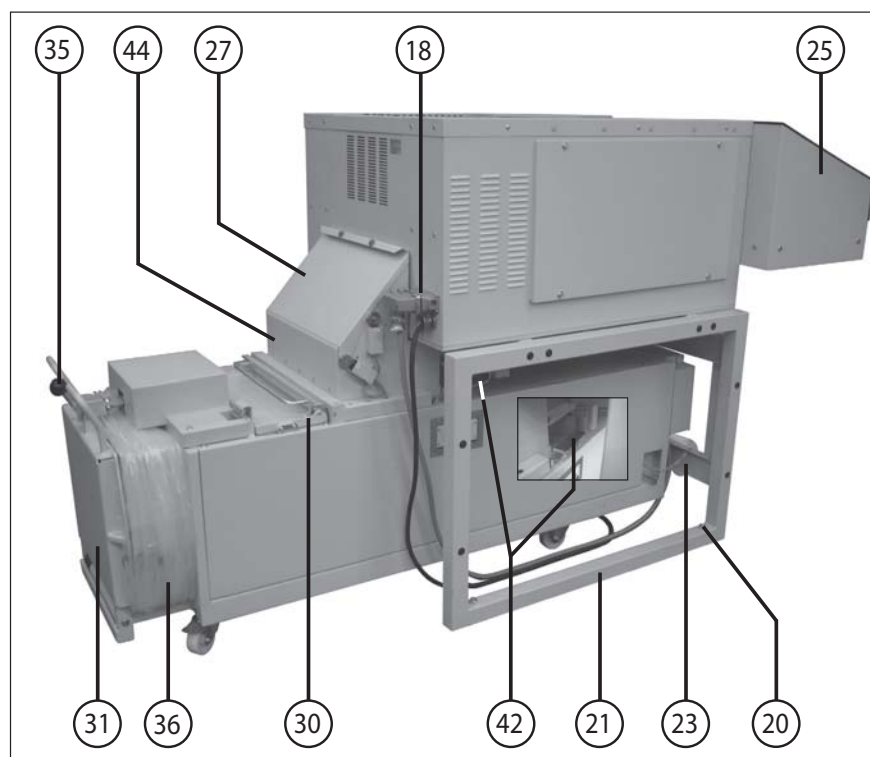

Fig. 2
- 18 = Tomada de corrente (fig. 2)
20 = Parafuso de compensação (fig. 2)
27 = Tapa (fig. 2 e 5)
30 = Válvula de enchimento (fig. 2)
31 = Válvula de extracção (fig. 2)
35 = Alavanca de fecho (fig. 2)
36 = Quadro do saco (fig. 2 e 14)
42 = Ângulo de fixação (fig. 2)